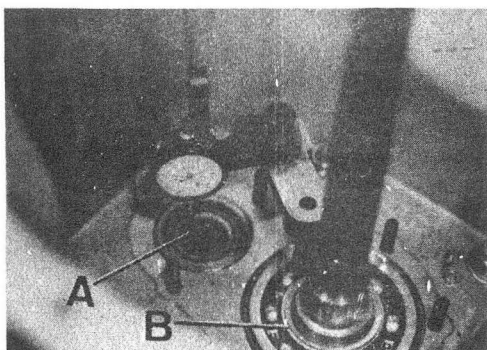

Fig. C1-84 Ajuste eje intermedio
2.2.4. Colocar el comparador esférico (191649) sobre el cárter, de forma que el palpador del comparador haga contacto en el extremo del eje intermediario (Fig. C1-84).